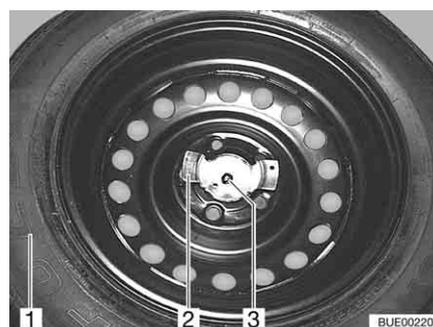

Fig. 229 Fijación de la rueda de repuesto
- Desenroscar las dos tuercas (Fig. 229,2 y 3).
- Sacar la rueda de repuesto (Fig. 229,1) del portador de la rueda de repuesto.